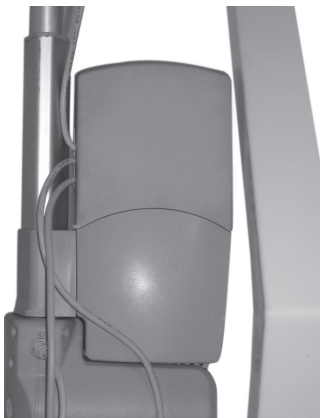

Fig. 4a
- Bloccare i cavi all'interno degli appositi ferma-cavo sulla centralina e posizionare il coperchio di chiusura come illustrato in Fig.4a (**solo centralina TC1**).